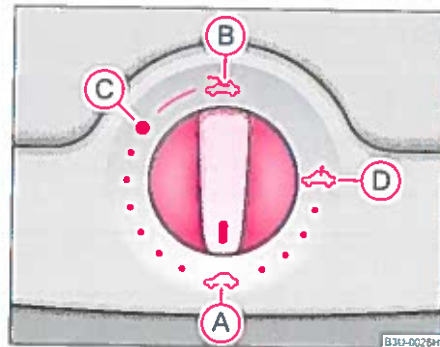

Fig. 30 Drejeknap til det elektriske skyde-/soltag
Det elektriske skyde-/soltag betjenes med drejeknappen ⇒ fig. 30, og fungerer kun når tændingen er tilkoblet. Drejekontakten har adskillige hvilestillinger.
- Drej knappen i position **(C)** ⇒ side 48, fig. 30.
- Drej knappen i position **(A)** ⇒ side 48, fig. 30.
Det elektriske skyde-/soltag er udstyret med en overbelastningsbeskyttelse. Hvis skyde-/soltaget ikke kan lukkes pga. en forhindring (f.eks. is), stopper det og går tilbage et par centimeter. Skyde-/soltaget kan lukkes helt uden overbelastningsbeskyttelse, når knappen i position **(A)** ⇒ side 48, fig. 30 trykkes for eller bag, indtil skyde-/soltaget er fuldstændig lukket ⇒ **(A)**.
⇒ side 48, fig. 30 og trykkes i ca. 10 sekunder. ■